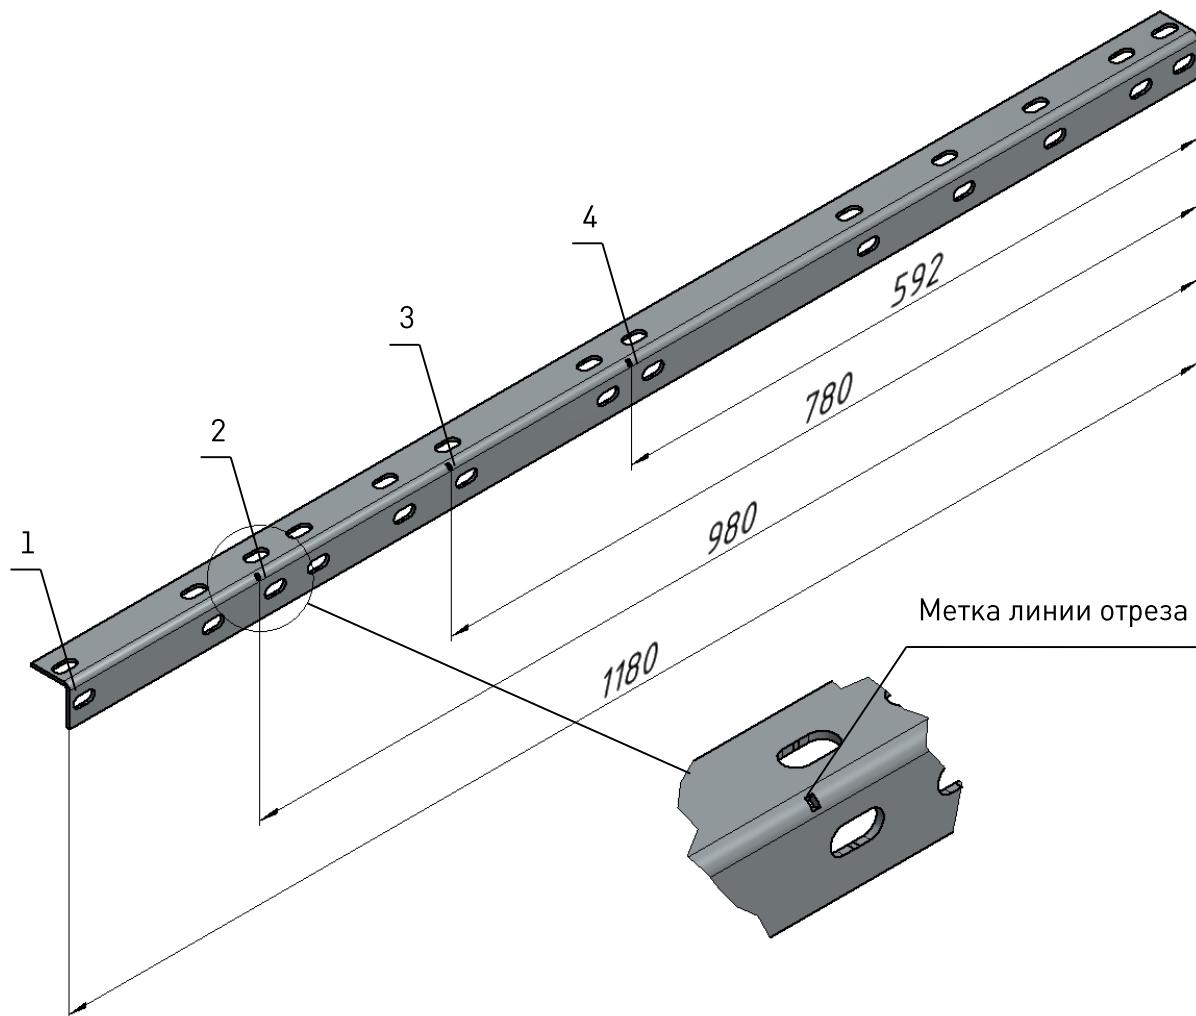

Рис.5.1. Обрезка балок
KCO-2УМ, KCO-2 (-2У,-2УМ,-2УМ3), ЛП-318, -2200, Д-13Б, КП-03, МКФН, КСО КП-03-00	Рис.5.1 (1)
KCO-266, KCO-272, KCO-285, K-VI(Ш164), ЯКНО, МКФН	Рис.5.1 (2)
KPH-III-10, KPH-10, KPH-IV-10	Рис.5.1 (3)
KCO из камня шириной \geq 1400 мм	Рис.5.1 (4)